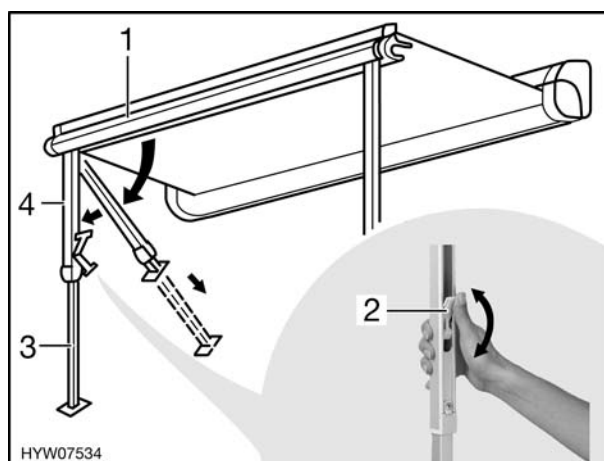

Fig. 19 Installazione dei montanti di supporto
- Estrarre i montanti di supporto (Fig. 19,4) dal listello anteriore (Fig. 19,1) ribaltandoli e montarli.
- Aprire il bloccaggio sui montanti di supporto. A tal fine ripiegare la leva di serraggio (Fig. 19,2) verso l'alto.
- Estrarre la parte inferiore dei montanti di supporto (Fig. 19,3) fino alla lunghezza desiderata.